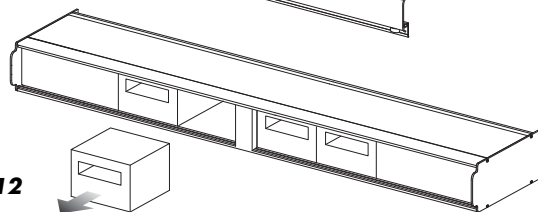

Abbildung 12
3. Luftführung (Schaumstoffelement) herausnehmen (Abb. 12).